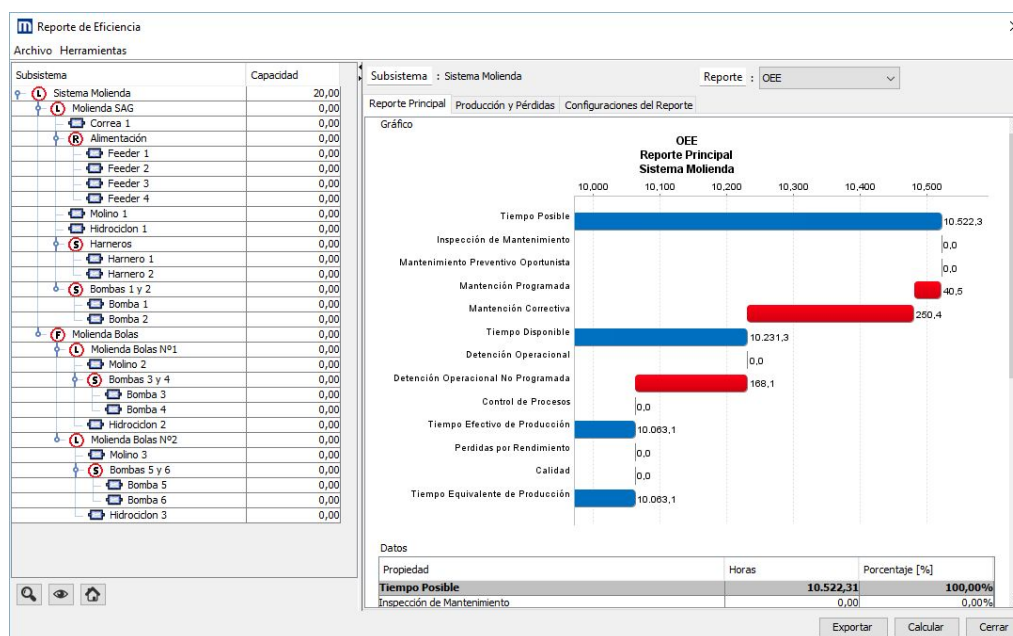

Ilustración 4: reporte Principal
- En las pestañas de Reporte Principal y Producción y Pérdidas se encuentran los gráficos y datos creados (Ver Ilustración 4).